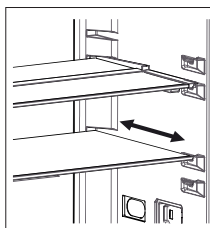

Bild 1
- För att få hyllan i sitt ursprungliga läge, dra den mot dig. (Bild 1)